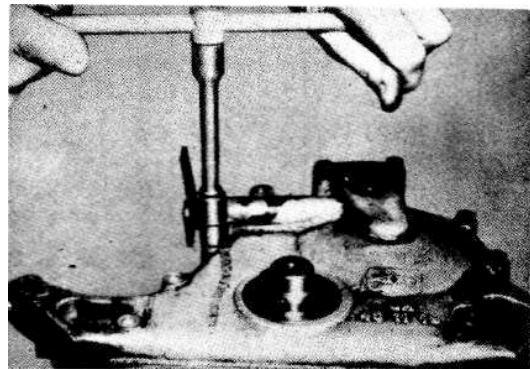

Bild 4-63
35. Radkastendeckel abschrauben, (Bild 4-63)